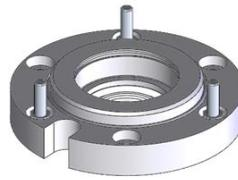

Figura 28. Bulloni prigionieri alloggiamento cuscinetti
- Verificare che i bulloni prigionieri per il fissaggio dell'alloggiamento dei cuscinetti siano in posizione (Figura 28).